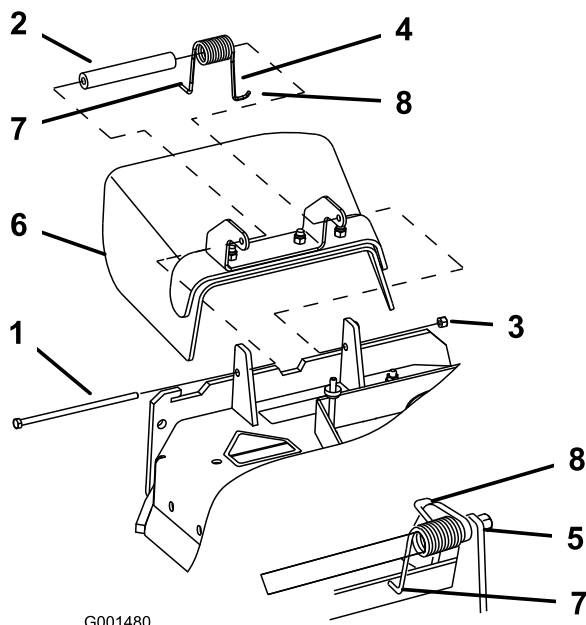

Figure 45
1. Retirez le contre-écrou, le boulon, le ressort et l'entretoise qui fixent le déflecteur aux supports de pivot (Figure 45). Enlevez le déflecteur s'il est endommagé ou usé.
Remarque: Prenez soin de placer l'extrémité en **L** du ressort derrière le bord du plateau avant de mettre le boulon en place, comme indiqué à la Figure 45.
3. Remettez le boulon et l'écrou. Accrochez l'extrémité en **J** du ressort au déflecteur d'herbe (Figure 45).